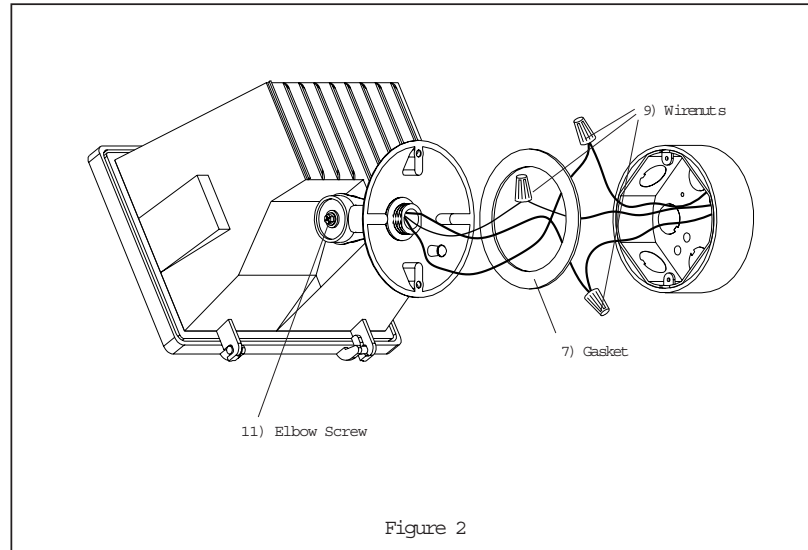

Figure 2
3. Insérer les fils de l'appareil dans le trou au centre de la plaque de montage et visser de plusieurs tours la rotule de ¼ po à la plaque de montage. Voir la fig. 2. Note : La boîte de jonction doit être homologuée pour emplacements mouillés situés à l'extérieur.
4. Placer la garniture d'étanchéité à l'arrière de la plaque de montage. Voir la fig. 2.
9. Desserrer la vis de l'articulation (voir la fig. 2) jusqu'à ce que l'appareil pivote librement, puis régler à la position choisie. Serrer la vis de l'articulation afin de fixer solidement en position.
3. Insert fixture wires through center hole of Mounting Plate and thread 1/2" knuckle onto Mounting Plate by several turns. See Fig. 2. Note: Junction box must be rated for outdoor/wet location.
4. Position Gasket on back of Mounting Plate. See Fig. 2.
5. To ground fixture, use Wire Nut to connect the house supply ground wire & the fixture ground (copper wire). See Fig. 2. Note: If house wiring does not include a ground wire, consult your local electrical code for approved grounding methods.
9. Loosen Elbow Screw (see Fig. 2) until fixture rotates freely and adjust to desired position. Tighten Elbow Screw to secure in position.
3. Inserte los alambres del luminario a través del agujero al centro de la Placa de Montaje y rosque el nudillo de 1/2" varias veces adentro de la Placa de Montaje. Vea Fig. 2. Nota: Caja de ensambladura debe estar clasificada para el aire libre/ubicación húmeda.
5. Para poner a tierra el luminario, utilice una Tuerca de Alambres para conectar el alambre de tierra de suministro de la casa y el alambre de tierra del luminario (cobre). Vea Fig. 2. Nota: Si el alambrado de la casa no incluye un alambre de hacer tierra, consulte su código eléctrico local para métodos aprobados de hacer tierra.
9. Afloje el Tornillo de Codo (Vea Fig. 2) hasta que el luminario rote libremente y ajuste a la posición deseada. Apriete el Tornillo de Codo para asegurar en su posición.